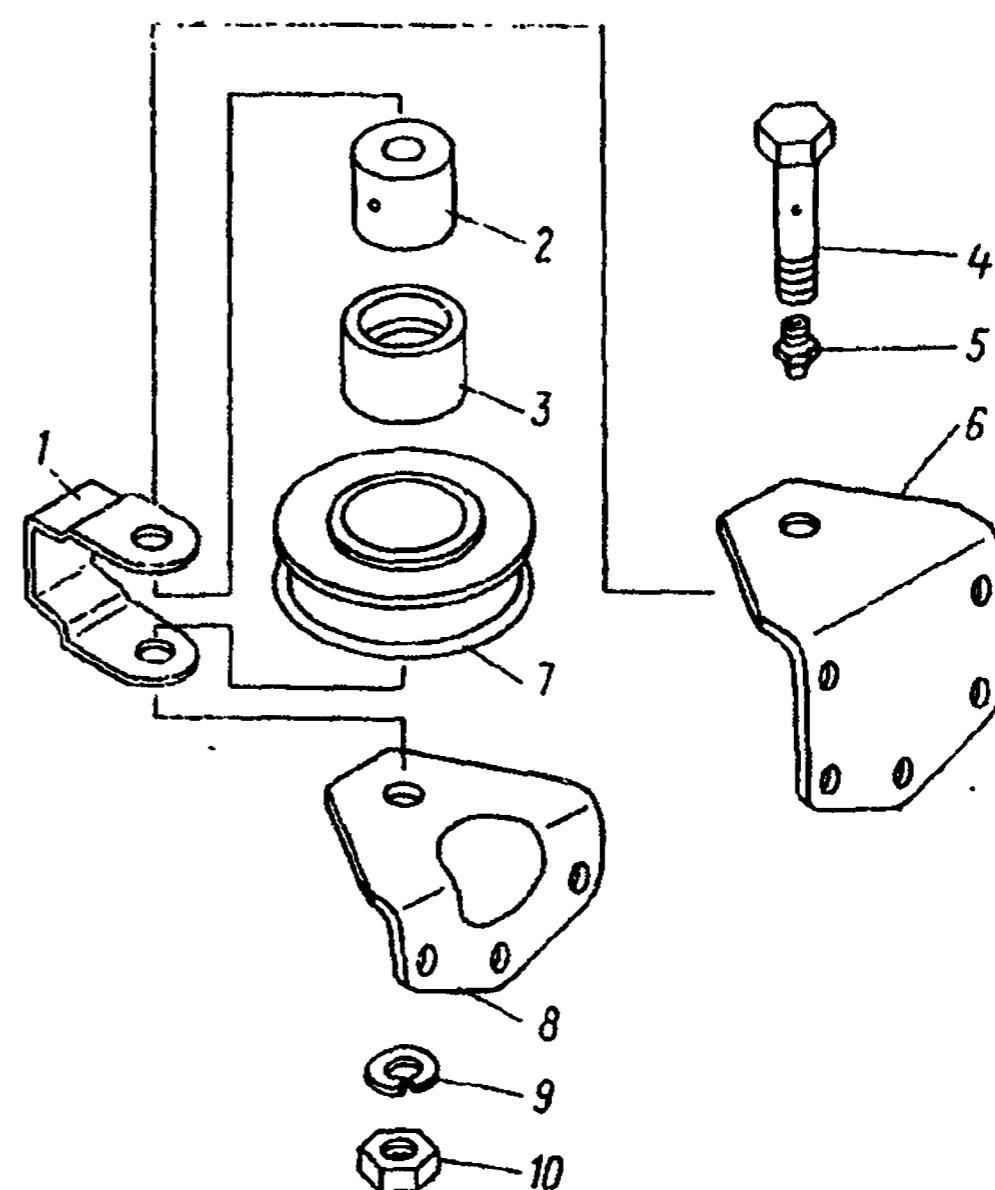

Рис. 345. Ролик опорный третий:
51. Отверните масленку 5 (рис. 345), гайку 10. Снимите шайбу 9, болт 4	Молоток, медная выколотка Верстак